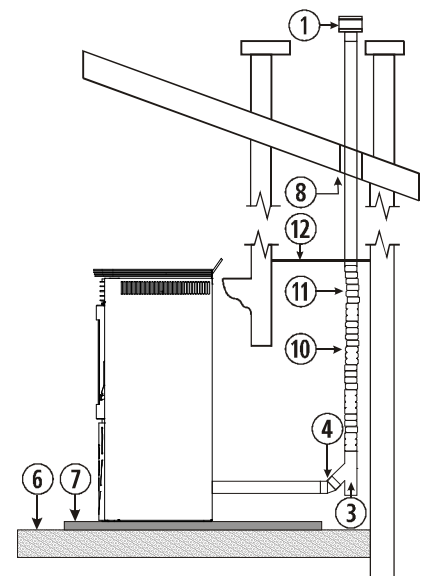

Figura 6
4.38. Instalar la estufa según la *figura 6*, teniendo especial cuidado en colocar una tapa metálica y tubo de acero inoxidable de salida de gases.
①	Sombbrero anti - viento.
②	Te de 135° con registro.
③	Codo de 45°.
⑥	Suelo de madera.
⑦	Protector del suelo no combustible.
⑧	Separación de 80 milímetros.
⑫	Tapa metálica.